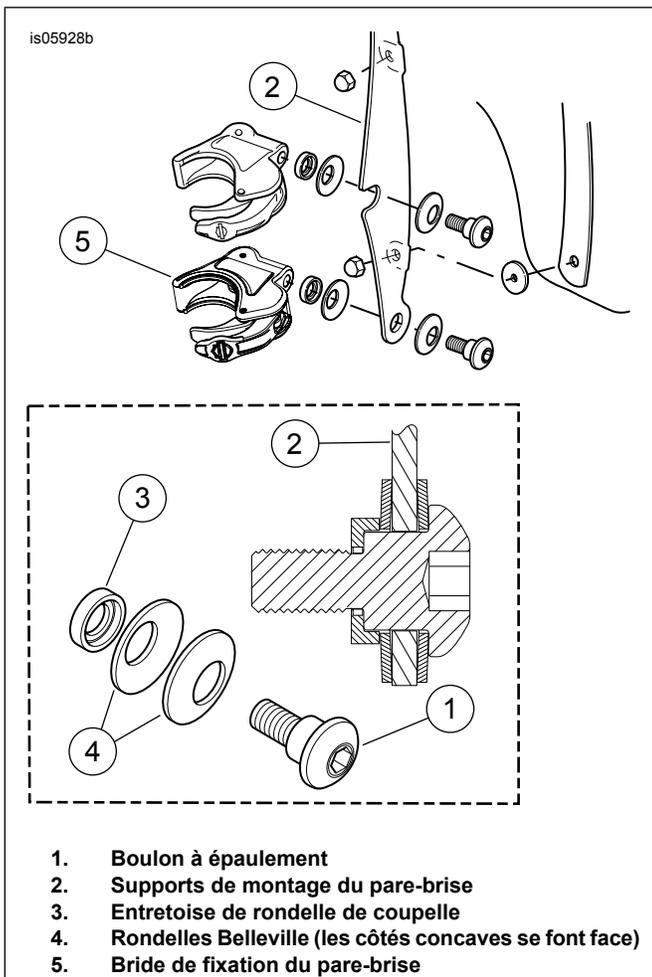

Figure 2. Pince de fixation du pare-brise
3. Consultez Figure 2. Assembler les ensembles de bride et les piles de matériel.